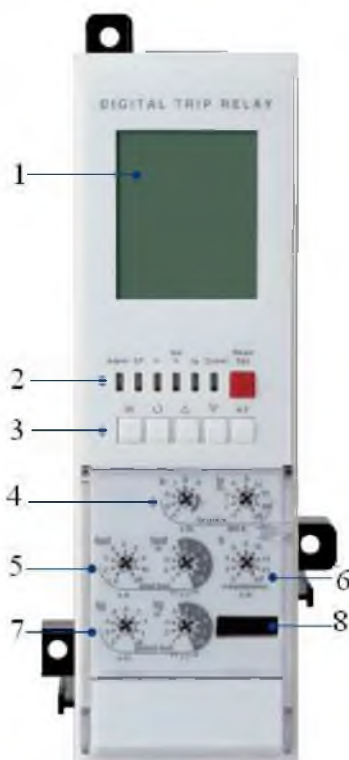

Рисунок 24 - Микропроцессорный расцепитель типа S
2.1.4 Микропроцессорный расцепитель типа S: с максимальным количеством измерений параметров (рисунок 24).